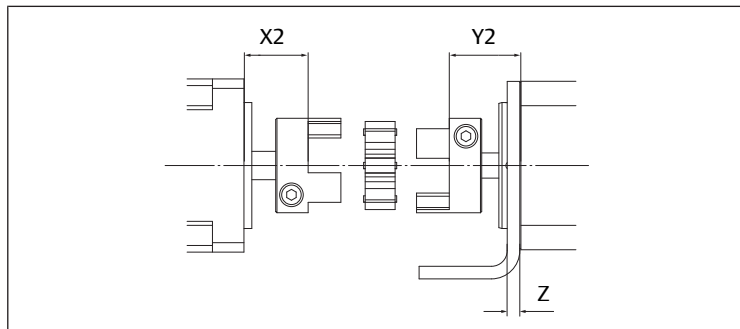

Fig. 13: Dimensões da posição para acoplamento com fixação por pés
- Para acoplamento com fixação por pés. Consulte → Fig. 13 e → Tab. 5.
3. Aperte os parafusos (12).